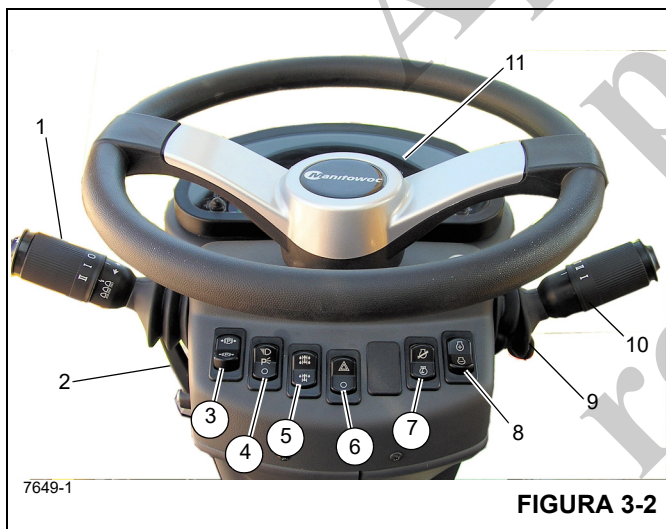

FIGURA 3-2
Todos os controles e indicadores para operar e monitorar as funções do guindaste encontram-se na cabine do guindaste (Figura 3-2), incluindo o seguinte:
O conjunto da coluna de direção na Figura 3-2 é uma coluna de direção de pedestal inclinável e telescópica. Ela pode ser inclinada 30° para frente ou erguida verticalmente cerca de 60 mm (2.5 pol.) Inclui também a chave de ignição e o mostrador de indicadores do barramento CAN (11) (Figura 3-2).
Números dos itens da Figura 3-2
A alavanca da sinaleira direcional e controles do limpador/lavador do para-brisa (1) (Figura 3-2) localizam-se no lado esquerdo da coluna de direção. Empurrar a alavanca da sinaleira direcional para baixo faz com a sinaleira direcional esquerda dianteira e a esquerda traseira pisquem. Empurrar a alavanca da sinaleira direcional para cima faz com a sinaleira direcional traseira direita e a dianteira direita pisquem.
A coluna de controle de direção pode ser girada aproximadamente 30° para frente e erguida cerca de 60 mm (2.5 pol.). Mova a alavanca de controle (2) (Figura 3-2) para baixo para travar a coluna de direção no lugar; girar a alavanca para cima libera a coluna de direção para os ajustes necessários.
A chave de controle do freio de estacionamento (3) (Figura 3-2) localiza-se na frente da coluna de direção. Esta chave de duas posições (Liga/Desliga) é usada para acionar e liberar o freio de estacionamento no conjunto motor-transmissão. A luz indicadora do freio de estacionamento na coluna de direção acende quando a chave de pressão no sistema de liberação do freio for ativada e o freio for aplicado.
A chave dos faróis (4) (Figura 3-2) localiza-se na frente da coluna de direção. Esta chave de três posições (Desliga/Estacionamento/Farol) controla a operação das luzes dos instrumentos, dos LEDs das chaves e das luzes do marcador na dianteira, traseira e na lateral do guindaste. Quando a chave estiver na posição Ligada, as luzes da coluna da direção e da chave acendem.
A chave seletora do eixo de tração (5) (Figura 3-2) localiza-se na frente da coluna de direção. Esta chave de duas posições é identificada como tração nas duas rodas (faixa alta) e tração nas quatro rodas (faixa baixa). A chave controla uma válvula solenoide (energizada pela tração em duas rodas) que opera a faixa de velocidade e os cilindros de desconexão do eixo da transmissão. Quando a chave é colocada na posição de tração nas quatro rodas, a luz indicadora do eixo de tração na coluna de direção acende.
A chave seletora das luzes de perigo (6) (Figura 3-2) localiza-se na frente da coluna de direção. A chave tem duas posições (ON/OFF) que fazem com que as quatro luzes da sinaleira direcional pisquem ao mesmo tempo quando a chave é posicionado em ON. Quando a chave estiver na posição Ligada, as luzes indicadoras da sinaleira direcional na coluna de direção piscam.
A chave Test Mode (modo de teste) (7) (Figura 3-2) é usada na manutenção do sistema de controle eletrônico do motor. Ela é uma chave de duas posições (liga/desliga) usada para ativar o modo de diagnóstico (códigos de falha). A chave de ignição deve estar LIGADA mas o motor não deve estar em funcionamento. Quando a chave de modo de teste é LIGADA e usada em conjunto com a chave de modo de marcha lenta/diagnóstico, é obtido acesso para rolar para cima ou para baixo os códigos de falha.
A chave de modo de marcha lenta/diagnóstico (8) (Figura 3-2) é uma chave momentânea de três posições (+/-) que fornece entradas para o controle de marcha lenta que aumentam ou diminuem a marcha lenta do motor (quando a chave de modo de teste está na posição OFF (desligada)) ou rolam para cima ou para baixo nos códigos de falha do modo de diagnóstico quando a chave de modo de teste está na posição ON (ligada) sem que o motor esteja em funcionamento.
A alavanca de câmbio (10) (Figura 3-2) localiza-se no lado direito da coluna de direção. A alavanca de controle aciona a válvula seletora da transmissão eletricamente. Posicionar a alavanca para cima aciona o avanço e posicionar a alavanca para baixo aciona a ré. Quando a alavanca está em neutro, ela permanece em um recorte. Para movimentar a alavanca para cima ou para baixo, puxe primeiro a alavanca para trás. Para mudar a transmissão para primeira, segunda ou terceira marcha, gire o botão para 1, 2 ou 3.